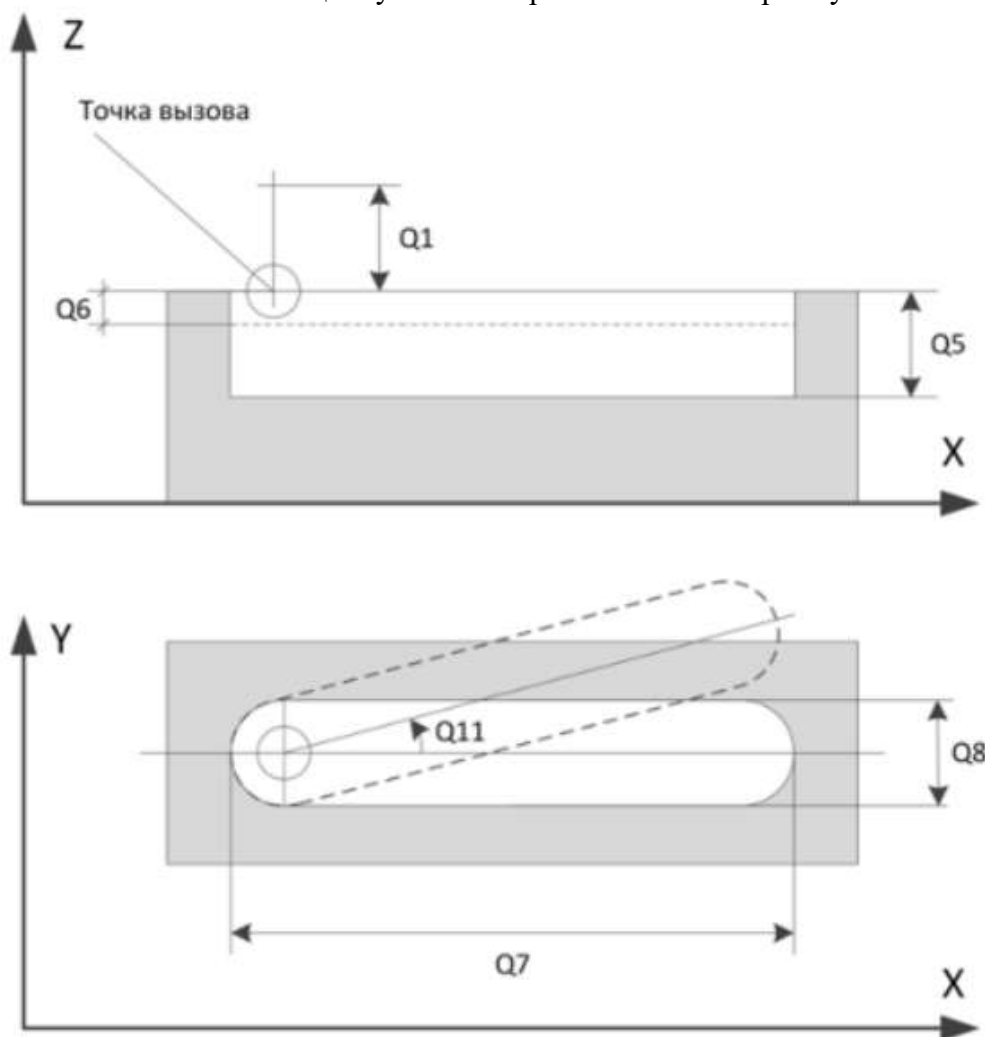

Рисунок 2 – Фрезерование паза
**Рисунок 2** – Траектории движения режущего инструмента при выполнении цикла основной токарной обработки наружного/внутреннего диаметра G90 и фрагмент кода управляющей программы.